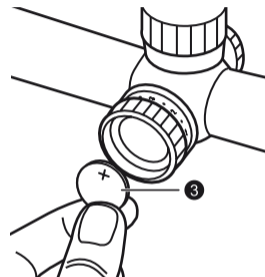

Fig. 3-2
- ② Insérez une pile au lithium de 3 V ③ dans le logement en orientant le côté positif (+) vers le haut (Fig. 3-2).
- ③ Remplacez le couvercle et tournez-le dans le sens des aiguilles d'une montre avec le dispositif d'ouverture du couvercle du logement de la pile jusqu'à ce que le couvercle soit fermement en place.